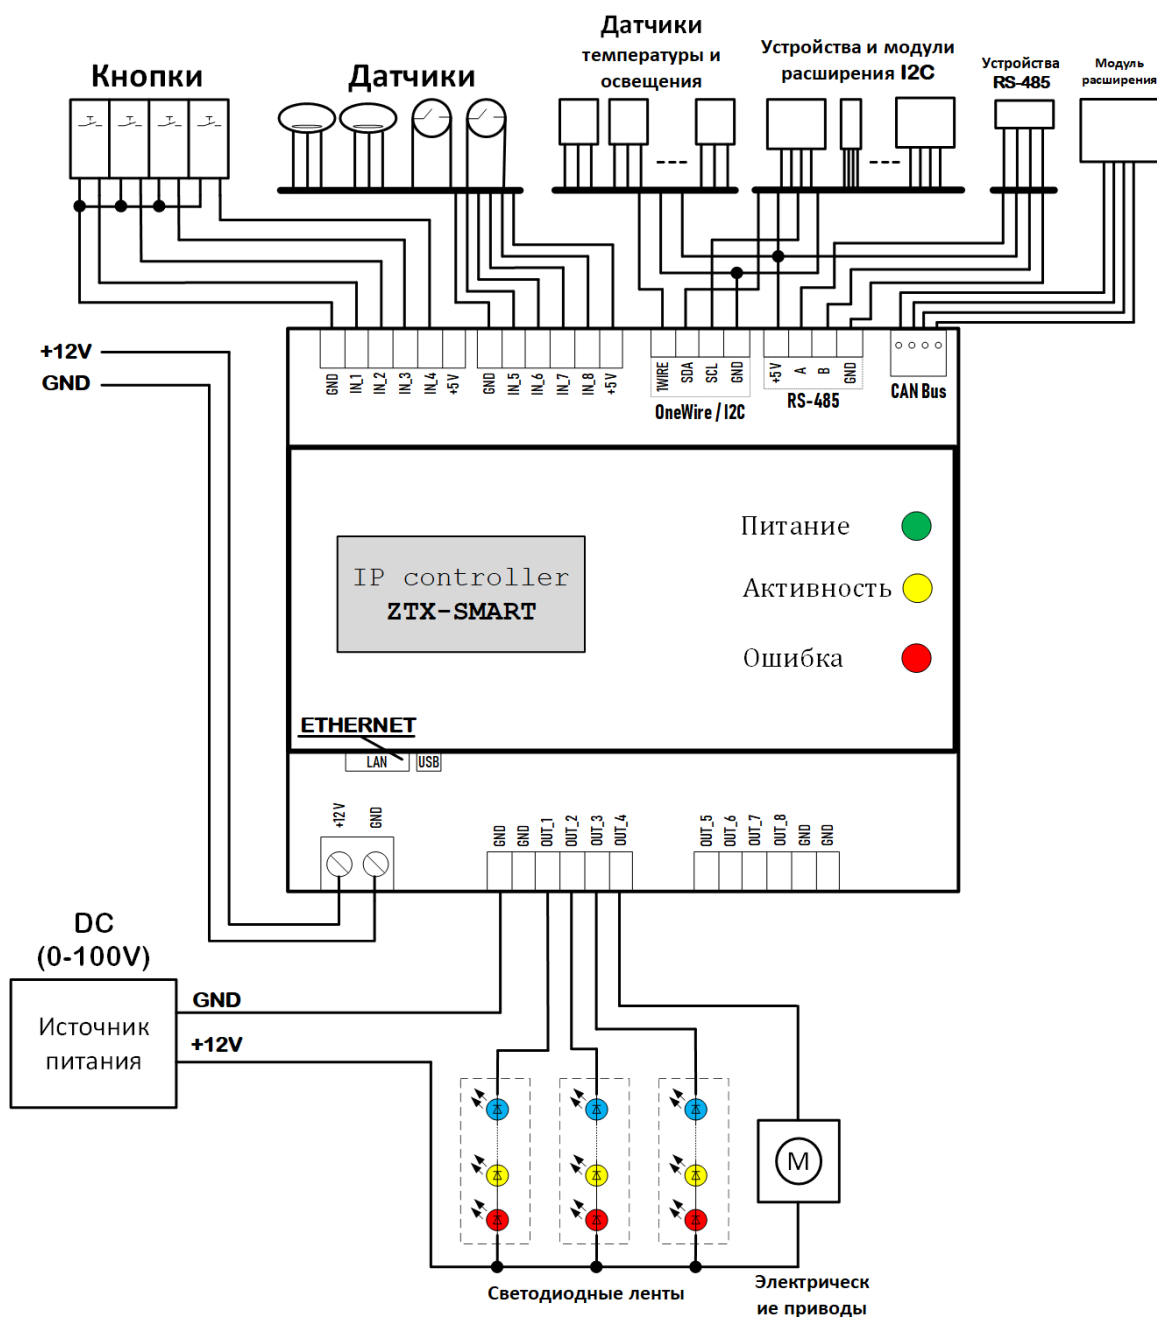

Рисунок 3 – Схема подключения устройств к ZTX-SMART.
В верхней части корпуса (рис. 3) имеется 5 разъемов, два из которых (3, 4) с винтовыми зажимами. Они используются для подключения различных видов датчиков, а также датчиков OneWire, ModBus и I2C устройств. Разъем под номером (5) используется для подключения дополнительных устройств (модулей расширения).